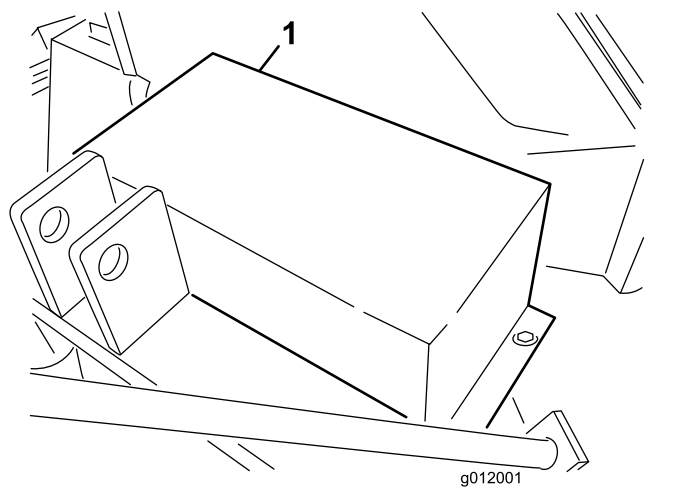

Figure 13
1. Retirez les vis, les rondelles et les écrous qui fixent le couvercle de courroie sur le carter du souffleur (Figure 13).
2. Déposez le protège-courroie (Figure 13).